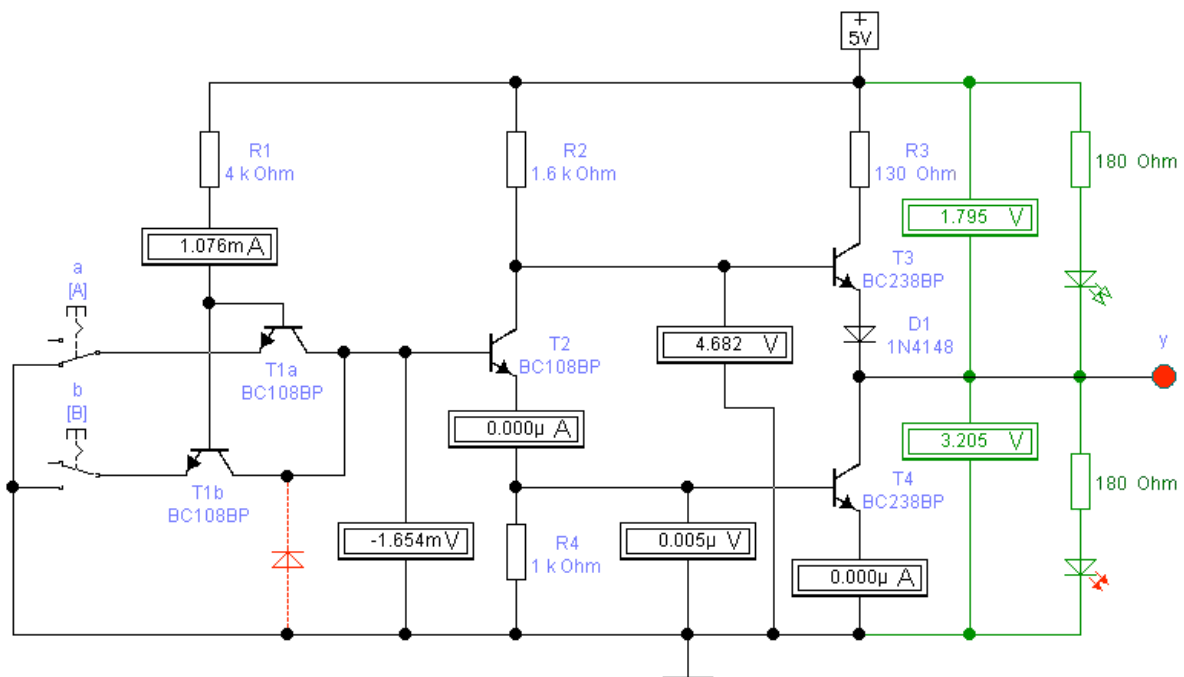

Abbildung 9: Mess-Schaltbild eines NAND-Gatters (\_ 7400), ein Eingang führt L-Pegel (Masse)
Dadurch sinkt die Kollektorspannung des Transistors T1 auf die Sättigungsspannung, die für Silizium knapp 0,2 Volt beträgt. Die Transistoren T2 und T4 bleiben geschlossen, d.h. die Kollektor-Emitter-Strecke beider Transistoren ist hochohmig, siehe Abbildung 9. Der
**Wichtiger Hinweis:** Würde an einem der Eingänge dieser Schaltung, also an einem der Emitter des Multiemittertransistors T1 eine gegen Masse negative Spannung angelegt, öffnet die so genannte »parasitäre« Diode der begrabenen Schicht, die verständlicher als »Substratdiode« bezeichnet wird. Diese Diode befindet sich zwischen dem Kollektor des Transistors T1 und dem Substrat M. Da die Substratdiode für die Wirkungsweise der Schaltung im »Normalbetrieb« keine Bedeutung besitzt, wird sie eigentlich nicht in den Schaltplan übernommen. Die Katode der Substratdiode ist mit dem Kollektor verbunden. Sie »blockt« den Kollektor des invers betriebenen Transistors T1 gegen den Rest des Silizium-Einkristall-Plättchens, das Substrat. In Abbildung 9 ist die Substratdiode mit gestrichelten Leiterzügen rot eingezeichnet. Eine Spannung unter etwa minus 0,7 Volt würde diese Diode öffnen, den Transistor T1 rasch überlasten und die gesamte integrierte Schaltung thermisch zerstören. [2]